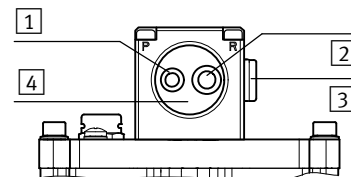

Fig. 11
Фланцевая розетка занимает два резьбовых отверстия (→ Fig. 11). Поставляется с предприятия-изготовителя с предварительно смонтированными цанговыми штуцерами с резьбой (входят в объем поставки).
Запорный винт (→ Fig. 11 [3]) уже смонтирован на предприятии-изготовителе и поэтому DFPI-...-C1V-P-A уже подготовлен к направленному сбросу воздуха.
- Если запорный винт был демонтирован: снова закройте канал для сброса воздуха на месте уплотнительным кольцом и запорным винтом (→ Fig. 11 [3]) – момент затяжки 13,5 Н·м.
- Подключите DFPI шлангами к соединениям P и R (→ Fig. 11). Для этого вставьте каждый шланг сжатого воздуха до упора в цанговый штуцер с резьбой.
- Закройте неиспользуемое соединение R (→ Fig. 11 [2]) заглушкой (принадлежности).
- Откройте канал для сброса воздуха на месте, в котором вы демонтируете запорный винт (→ Fig. 11 [3]).